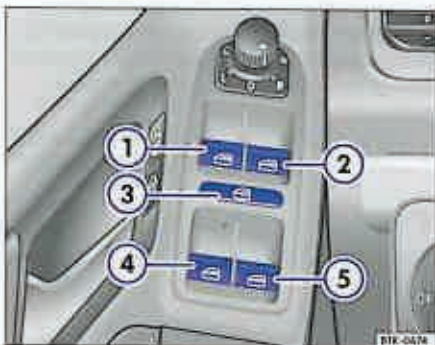

Fig. 34 Imagine din ușa conducătorului: Taste pentru geamurile din față și din spate.
- Apăsăți tasta → fig. 34 ①, ②, ④ sau ⑤, pentru a deschide geamul respectiv.
Cu ajutorul comutatorului de siguranță → pagina 54, fig. 34³³⁾ ① din ușa conducătorului se poate dezactiva funcția tastelor pentru acționare geamurilor, din ușile din spate. Dacă se aprinde lampa de control de culoare galbenă din comutatorul de siguranță, tastele pentru geamurile din ușile din spate sunt dezactivate.
Tastele → pagina 54, fig. 34³³⁾ ①, ②, ④ și ⑤ au două poziții pentru deschiderea și două pentru închiderea geamurilor. Astfel este mai ușor de controlat procesul de deschidere și închidere a geamurilor.